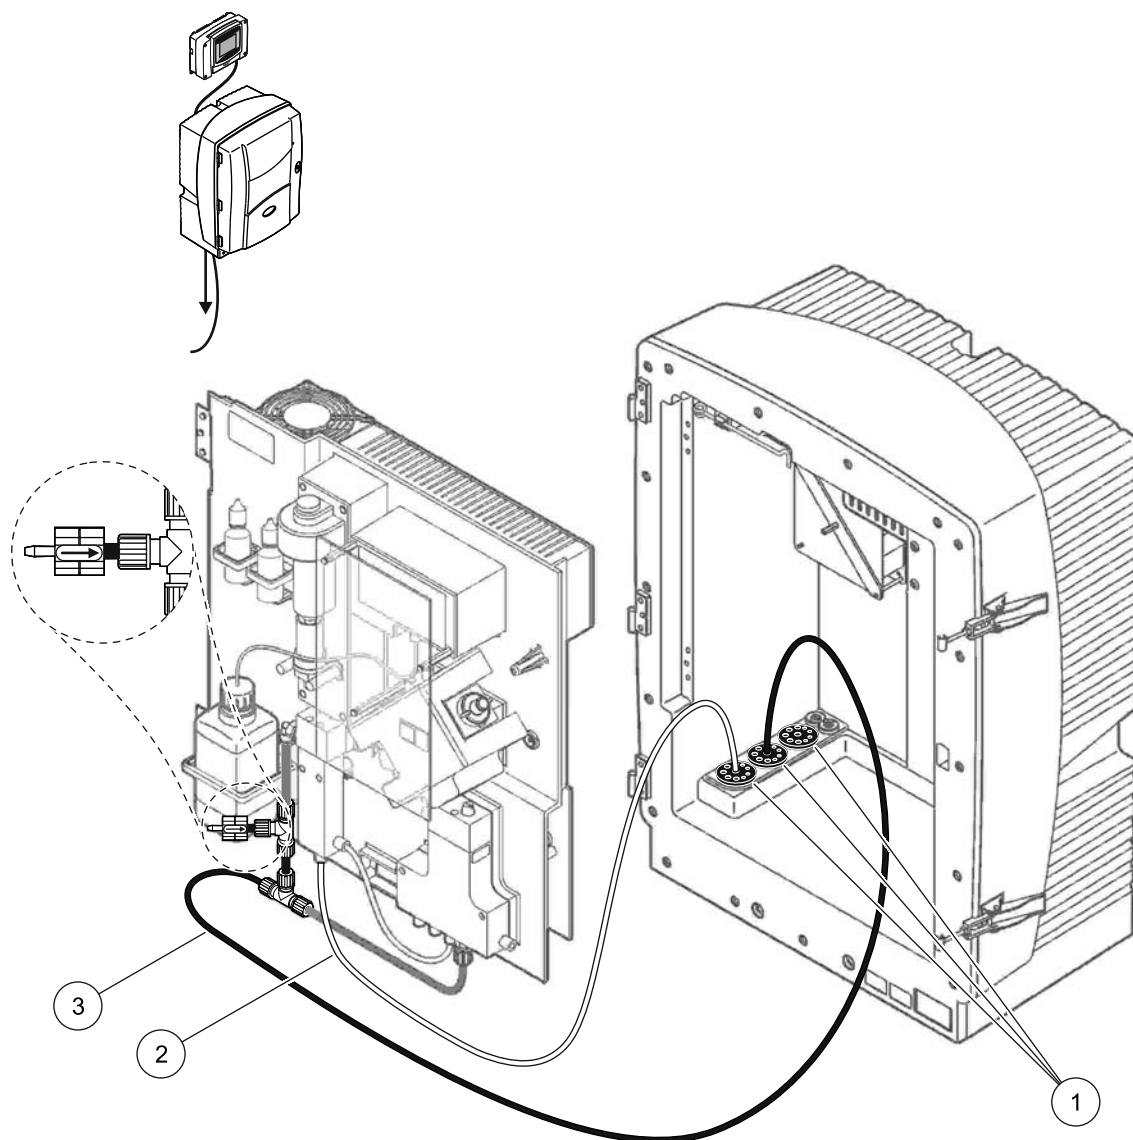

図 40 オプション 10a 設定
107 ページの図 40 およびオプション 10a に関する以下の説明を参照してください：
2. 試料調製ユニットから分析装置まで試料ラインを通します (**107 ページの図 40**、アイテム 2)。シール プラグ #3 を使って固定します。